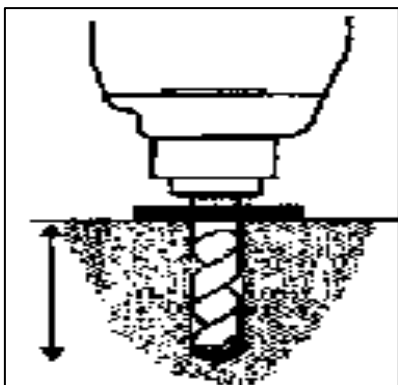

Рис. 20
- Просверлить отверстия в бетонном основании с помощью перфоратора (диаметр бура – 16мм) на глубину 120мм. Очистить отверстия от пыли и обломков бетона..(рис. 20)